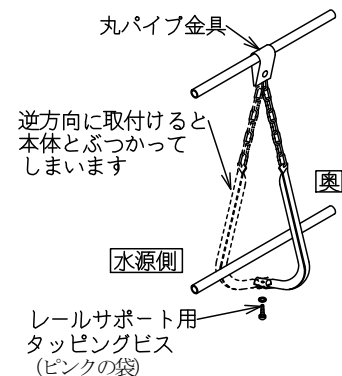

図 7
- ・軌道用レールのレールサポート用の穴がある場所のハウスの棟パイプに丸パイプ金具を巻き付け、ボルトとナットで鎖を固定して下さい。その時、レールサポート本体の曲がっている部分が水源側から見て右にくるように取付けて下さい。(逆に取付けると本体とぶつかってしまいます。)(図7)